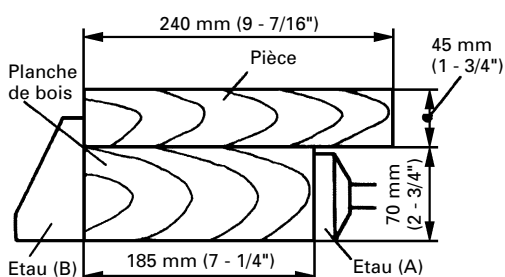

Fig. 19
- (1) La Fig. 19 montre les dimensions d'une grande largeur qui va être coupée à angle droit (0°). L'utilisation d'une planche, comme illustré sur la Fig., permet de couper des pièces d'une largeur maximale de 240 mm (9-7/16") et d'une hauteur maximale de 45 mm (1-3/4").